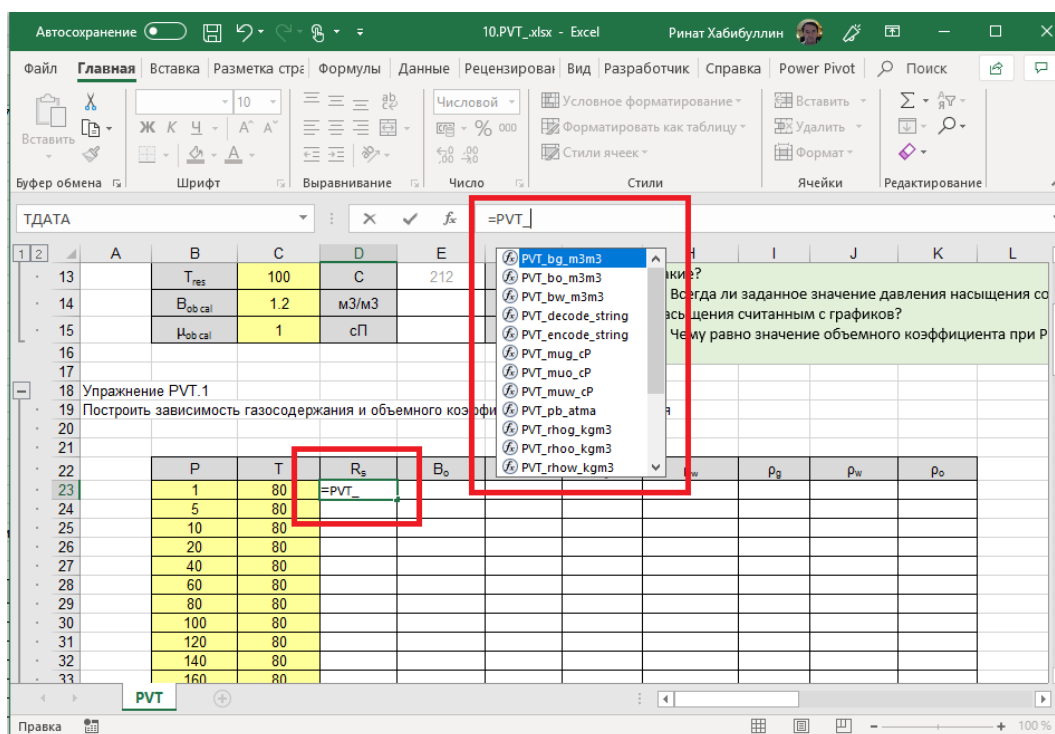

Рис. 1.2 — Выпадающий список с подсказками названий функции
3. Все названия функций Unifloc 7.22 VBA начинаются с префикса. Это позволяет быстро искать необходимые функции. При запущенной надстройке достаточно начать вводить в ячейку формулу, например ввести **=PVT** как Excel откроет выпадающий список с подсказкой, показывающий возможные варианты названий функций (смотри рис. 1.2).